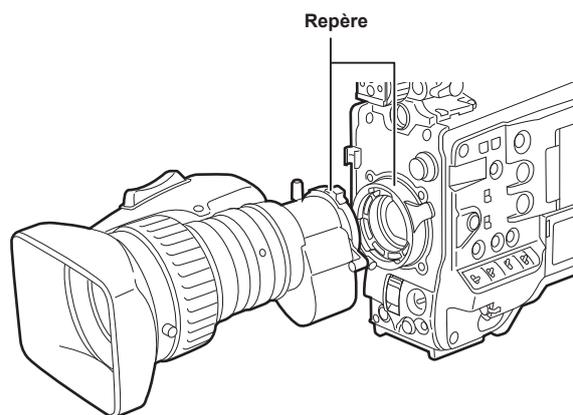

Fig. 2
- 2** Alignez les rainures au centre de la partie supérieure de la montage de l'objectif avec le repère central de l'objectif pour monter l'objectif. (Fig. 2)